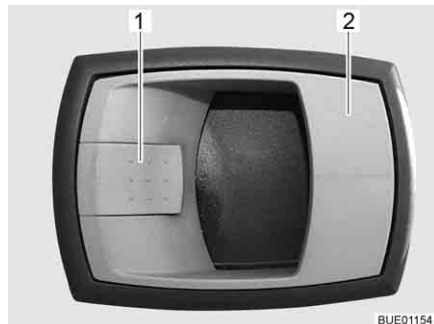

Fig. 42 Serratura della porta di ingresso, lato interno
- Apertura:* ■ Tirare la maniglia (Fig. 42,2). La serratura della porta si sblocca.
- Bloccaggio:* ■ Premere la leva di sicurezza (Fig. 42,1).